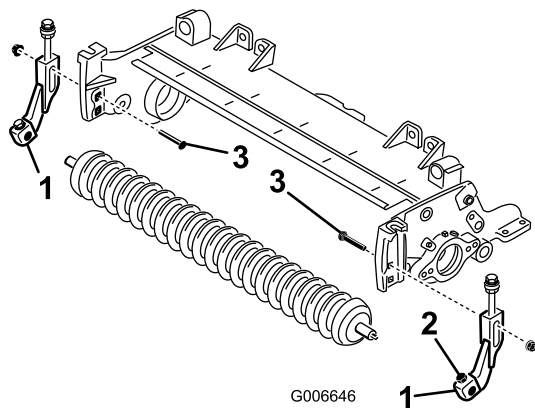

Figura 6
8. Instale provisionalmente los nuevos soportes de ajuste de la altura de corte derecho e izquierdo al rodillo delantero existente con tornillos de caperuza nuevos de 5/16" x 1-1/8" y contratuercas con arandela prensada de 5/16". Coloque los soportes de ajuste de la altura de corte tal y como muestra la figura 6.
9. Usando el taladro cuadrado superior de cada chapa lateral, monte provisionalmente los soportes de ajuste de la altura de corte en las chapas laterales de la unidad de corte con los pernos de cuello cuadrado que retiró anteriormente y (2) tuercas con arandela prensada nuevas de 3/8", dispuestos según muestra la Figura 6.
11. Centre el rodillo entre los soportes de ajuste de la altura de corte y sujételo a los soportes con los tornillos de caperuza y las contratuercas (Figura 6).